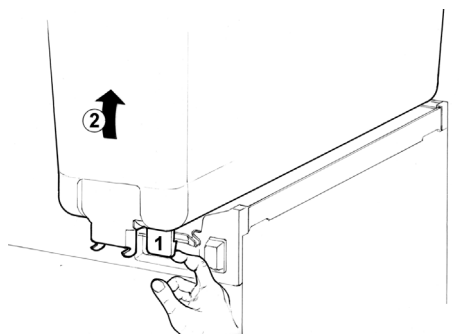

figure 2
- 2 Enlever le réservoir vide en le levant du côté antérieur et en le défilant de son joint (voir figure 2).